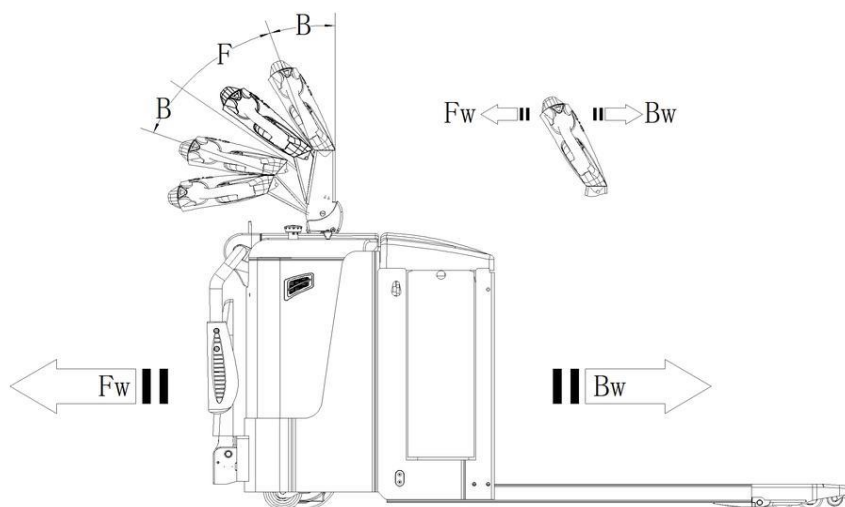

Рис. 9: Направления движения
После того, как ключ запуска (рис. 1, поз. 10) повернут в положение ON (или введен код на ПИН-панели) и аварийная кнопка поднята, переведите ручку управления в рабочее положение («F», рис.9).
Отклоните маховики управления в нужном направлении «вперед» («Fw», рис. 9) или «назад» («Bw», рис. 9).
- Тележка тормозит, если ручку управления перевести в верхнее или нижнее положение к точкам торможения («В», рис. 9). При отпускании рукоятка управления автоматически возвращается в верхнее положение к точке торможения («В», рис. 9). Тележка будет тормозить, пока не остановится.
- Кнопка противоотката (безопасности) (рис. 1, поз. 1) защищает оператора от получения повреждений и травм. Если эта кнопка включена, тележка притормаживает и/или начинает движение в противоположном направлении («Вw», рис. 9) на небольшое расстояние и останавливается. Необходимо помнить, что эта кнопка действует, даже если тележка не едет, но ручка управления находится в рабочем положении.